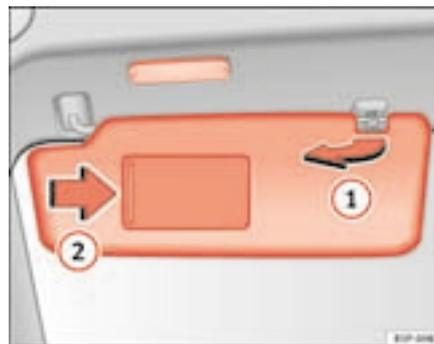

Fig. 83 Pala de sol do lado do condutor
As palas de sol do condutor e do passageiro podem ser desencaixadas dos seus suportes no centro do veículo e viradas para o lado da janela ⇒ **fig. 83** ①.